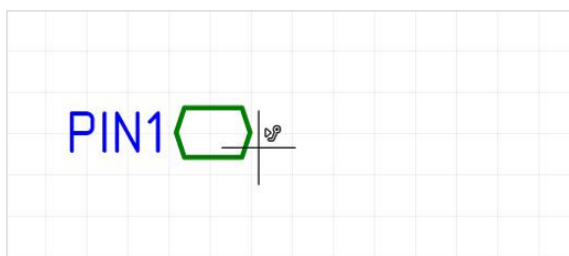

Рис. 268 Размещение блочного порта на схеме блока
- Нажмите кнопку «ОК», расположенную в нижней части окна, и выберите на схеме блока место, в котором следует разместить порт, см. Рис. 268. При перемещении курсора по схеме отображается возможный вид размещаемого порта.